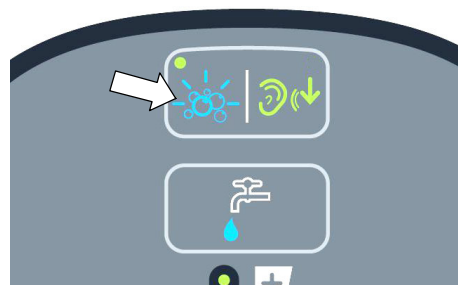

ABB. 36
3. Mit der optionalen Extrembedingungen- Taste ausgestattete Modelle - Drücken Sie die Extrembedingungen- Taste einmal, um das Reinigungsmittel für 30 Sekunden zu dosieren (Abbildung 36). Eine grüne LED in der Ecke blinkt langsam während der Dosierung. Während der letzten 5 Sekunden blinkt die LED schnell, um zu warnen, dass die Dosierung bald gestoppt wird. Für kontinuierliche Dosierung halten Sie die Taste 2 Sekunden lang gedrückt, bis die LED dauerhaft grün leuchtet. Drücken Sie jederzeit die Taste zum Ausschalten.